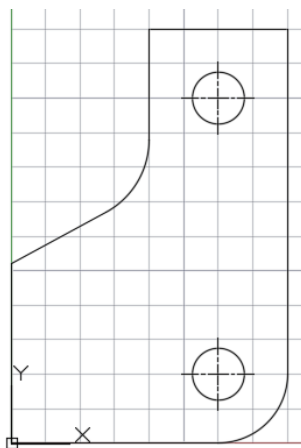

Рисунок 28 – Построение осевых линий
3.12 Выбираем слой "Осевая" и строим с помощью инструмента "Отрезок" необходимые осевые линии (рисунок 28).